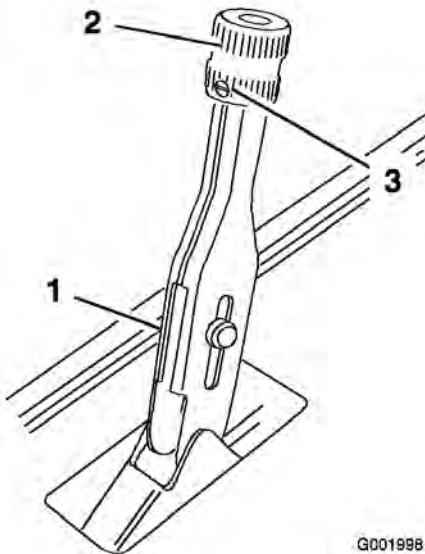

Figure 61
1. Desserrez la vis de fixation du bouton sur le levier du frein de stationnement (Figure 61).